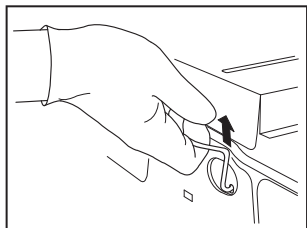

Fig. 2
2. Sollevare la maniglia verso l'alto, come illustrato nella Fig. 2